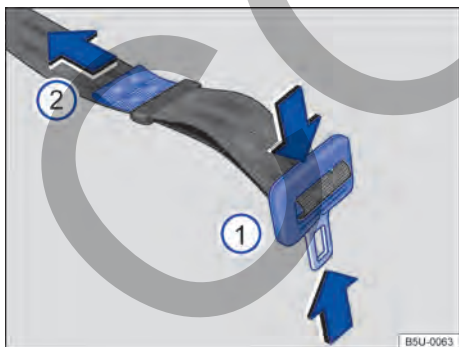

Fig. 30 Ajustar la banda del cinturón de seguridad subabdominal.
- Presionar la pestaña de encastre en el sentido de las flechas → **fig. 30** ① y extender totalmente el cinturón de seguridad.
- Apretar la pestaña de encastre contra el cierre del cinturón y tirar del extremo → **fig. 30** ② en el sentido de la flecha, hasta alcanzar una holgura máxima de 5 cm (3 dedos) en la zona pélvica.